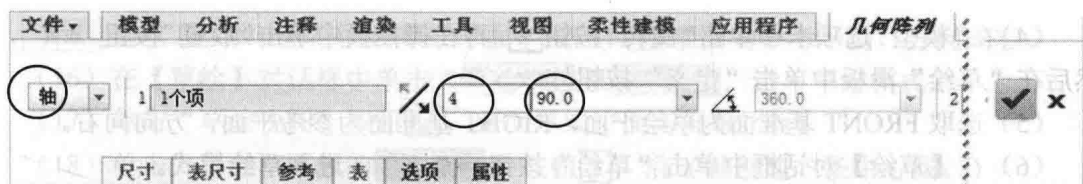
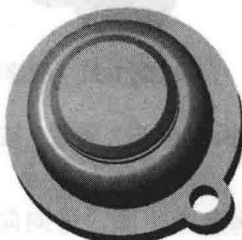

图 1-23 阵列操控板
图 1-41 创建通孔
(42) 单击“几何阵列”按钮, 在操控板中选“轴”, 选中大圆环的中心轴, 再在操控板上输入数量为 4, 角度为 90° , 阵列操控板如图 1-23 所示。
(36) 单击“确定”按钮，在操控板中选取“拉伸为实体”按钮，深度类型选“通孔”选项，选中“移除材料”按钮。
(37) 单击“确定”按钮，创建一个切除实体特征，如图 1-41 所示。
(38) 按住键盘的 Ctrl 键，在模型树中选取“拉伸 1”和“拉伸 2”，单击鼠标右键，选择“分组”命令按钮，“拉伸 1”和“拉伸 2”合并成一个组。
(39) 在模型树上选取刚才创建的组，再单击“几何阵列”按钮，在“阵列”操控板中“阵列类型”选“轴”，选中大圆柱的中心轴，再在操控板上输入数量为 4，角度为 90° ，操控板如图 1-23 所示。